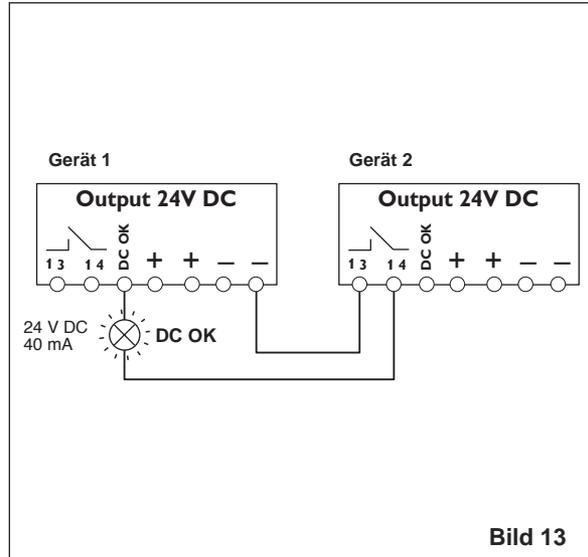

Bild 13
**Signalschleife (Bild 13)**
Bei stärkerer Belastung durchläuft der Arbeitspunkt die in Abb.13 dargestellte U/I-Kennlinie. Der Ausgangsstrom wird auf ca. 18 A begrenzt.